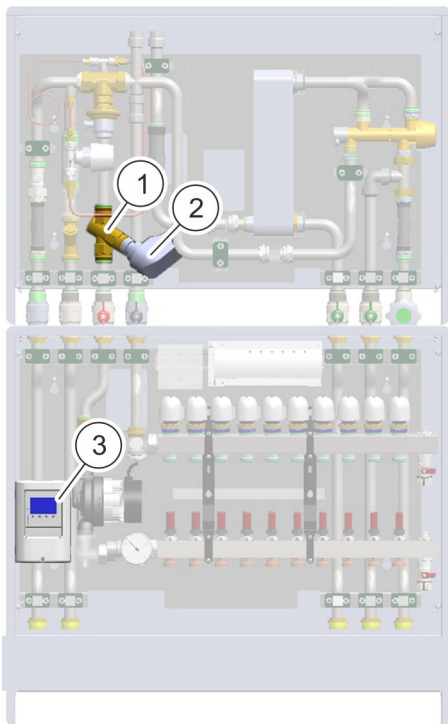

Abb. 75: Dynamischer Massenstromregler
2. ➔ Stellantrieb (Abb. 75/2) entfernen.
4. ➔ Stellantrieb (Abb. 75/2) aufsetzen.
⇒ Das Regelventil und der Stellantrieb (Abb. 75/1, 2) sind betriebsbereit.
5. ➔ Regler für die Steuerung des Stellantriebs (Abb. 75/3) einstellen.